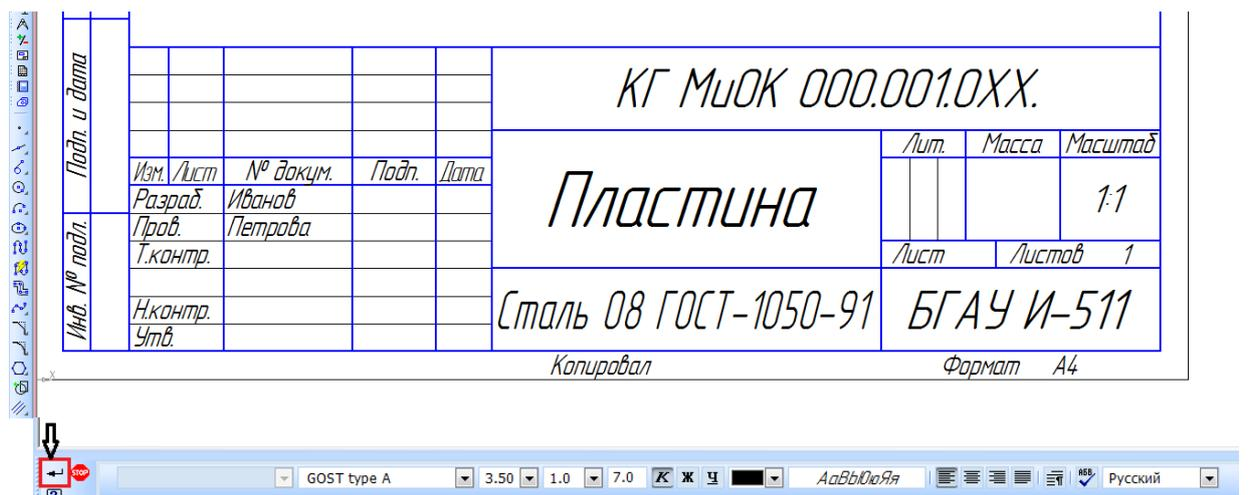

Рисунок 23
18. Заполните основную надпись (рисунок 23).